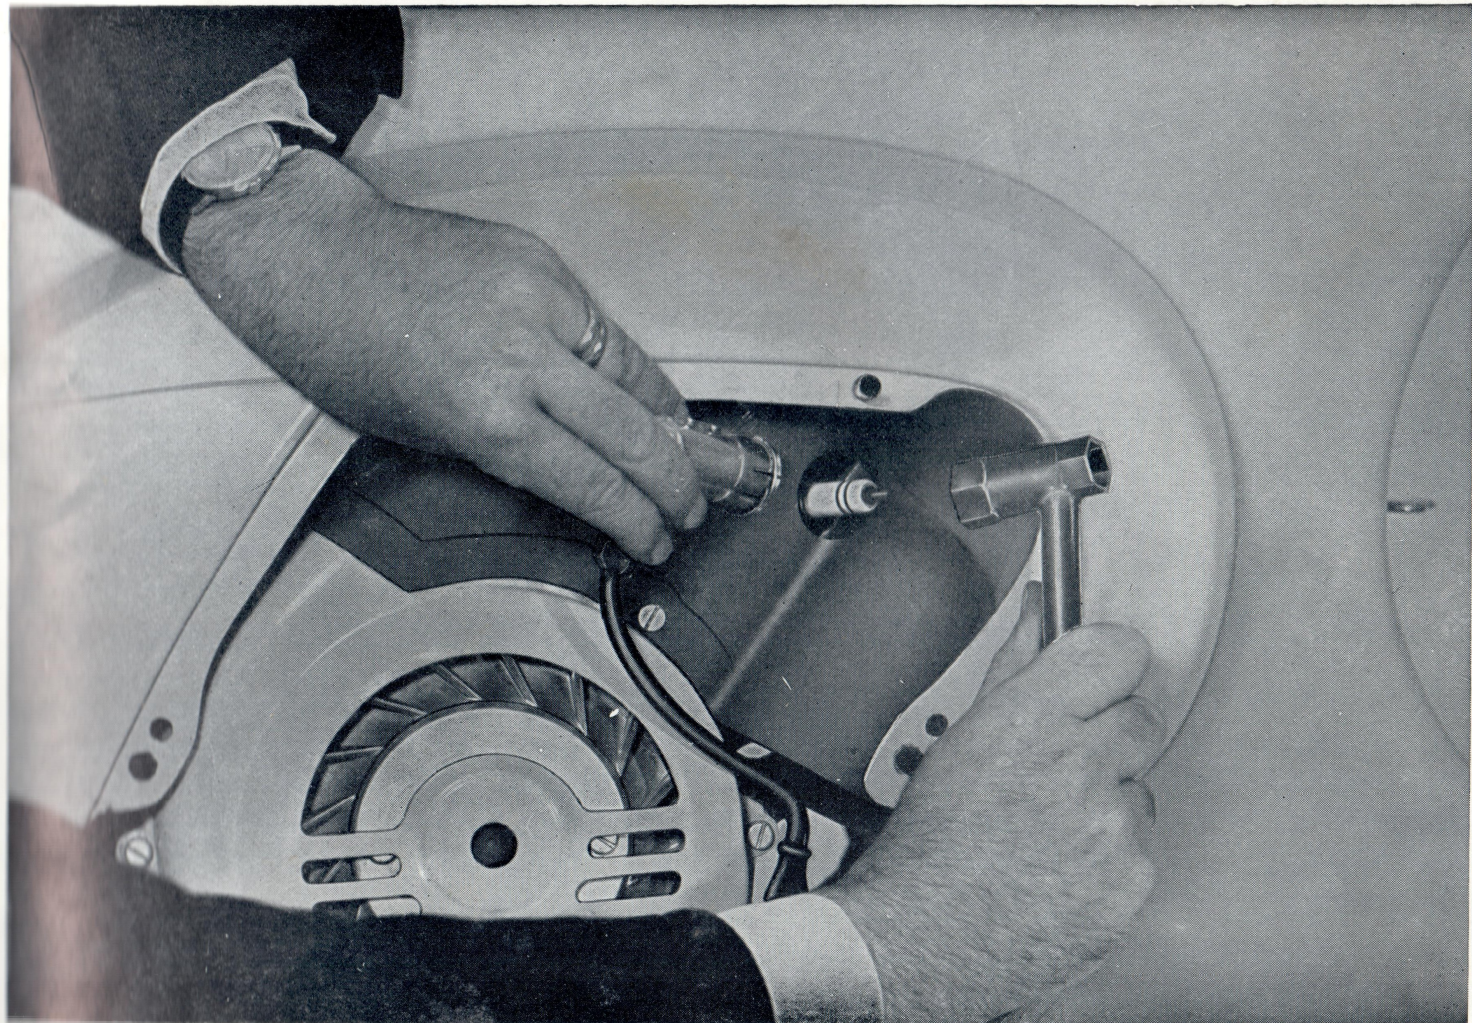

Fig. 12 - Smontaggio della candela
- Chiudere il rubinetto miscela, togliere la candela (fig. 12) e pulirla, far compiere al motore alcuni giri azionando il pedale della messa in moto. Riavvitare quindi a mano la candela e bloccarla con la chiave a tubo; riaprire il rubinetto miscela ed agire sul pedale della messa in moto.